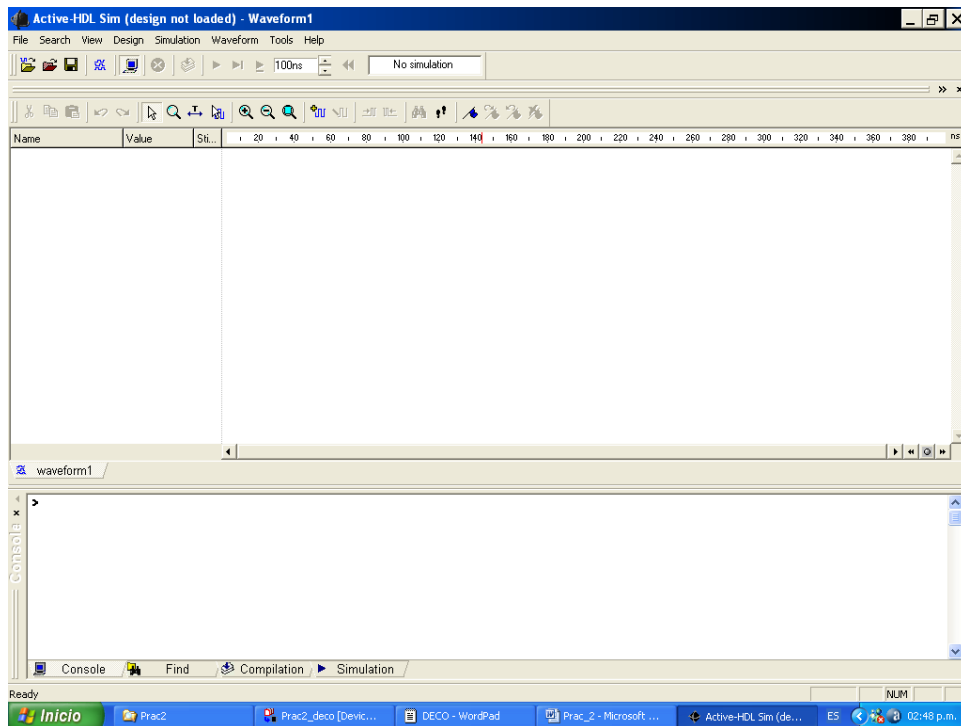

Figura 4. Ventana de simulación.
7. Para corroborar el funcionamiento correcto del programa es posible realizar la **SIMULACION** del mismo. Para esto, se va a: **Tool → Active-HDL Sim**, abriéndose una nueva ventana, como se muestra en la figura 4.